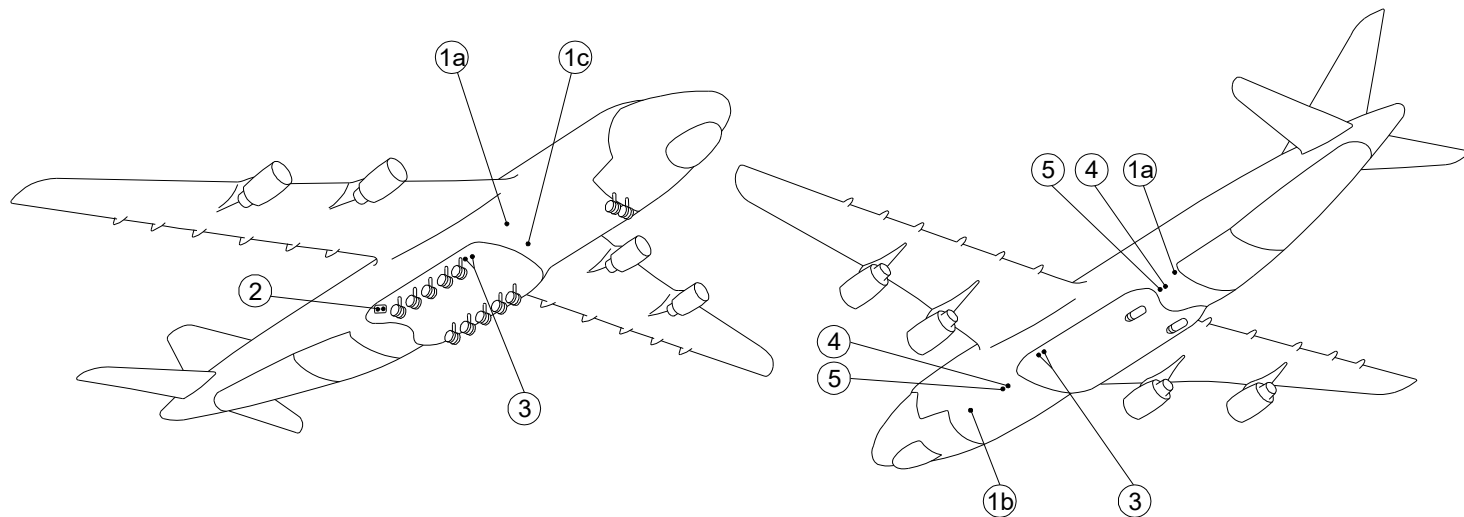

Рисунок 10. Размещение точек подключения систем наземного обслуживания (вид снизу) Ан-124-100(-150)
- Рисунок 10. Размещение точек подключения систем наземного обслуживания (вид снизу) Ан-124-100(-150).